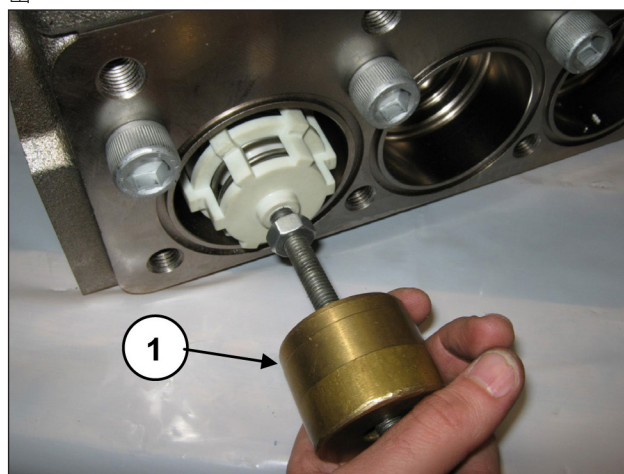

图 140
可将锤头式提取器(代码为 27516400)作用在阀导承的M10孔上(位置①, 图 140)· 或用一个M10-M16适配器(代码25089700)作用在阀导承的M16螺纹上· 将吸入阀组件取出。